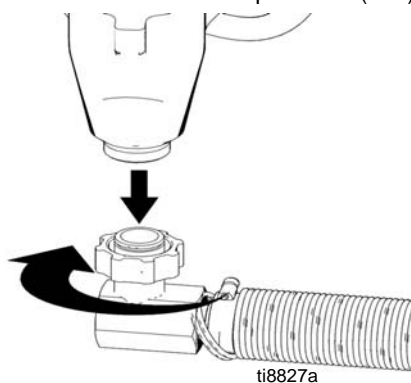

FIG. 12
3. (Fig. 12) Riempire il dado premiguarnizioni con Graco TSL.